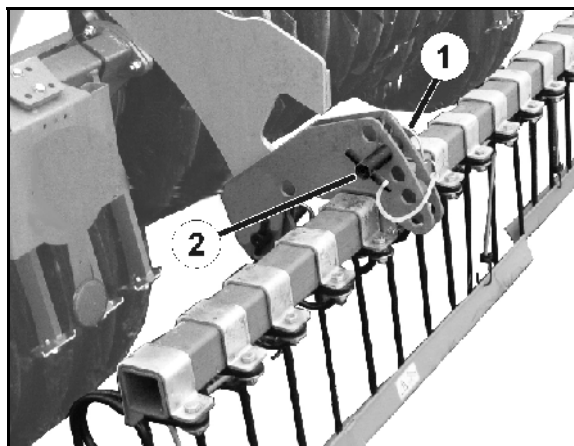

Рис. 47
2. Ослабьте пружинный фиксатор (Рис. 47/1).
3. Переведите регулировочный палец (Рис. 47/2) в нужную позицию.